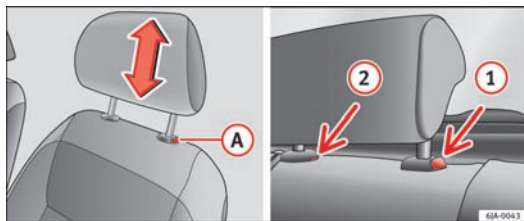

Fig. 73 Hovedstøtter: indstilling eller afmontering af hovedstøtte
- Ønsker du at indstille hovedstøtten lavere, skal du med den ene hånd trykke på knappen **A** ⇒ Fig. 73 og holde den inde og med den anden hånd trykke hovedstøtten nedad.
- Tryk på knappen **A** ⇒ Fig. 73, og træk hovedstøtten ud.
- Tryk på låseknapen **1** ⇒ Fig. 73, og hold den inde. Tryk samtidig en flad skruetrækker (maksimalt 5 mm) ind i åbningen **2**, og træk hovedstøtten ud.